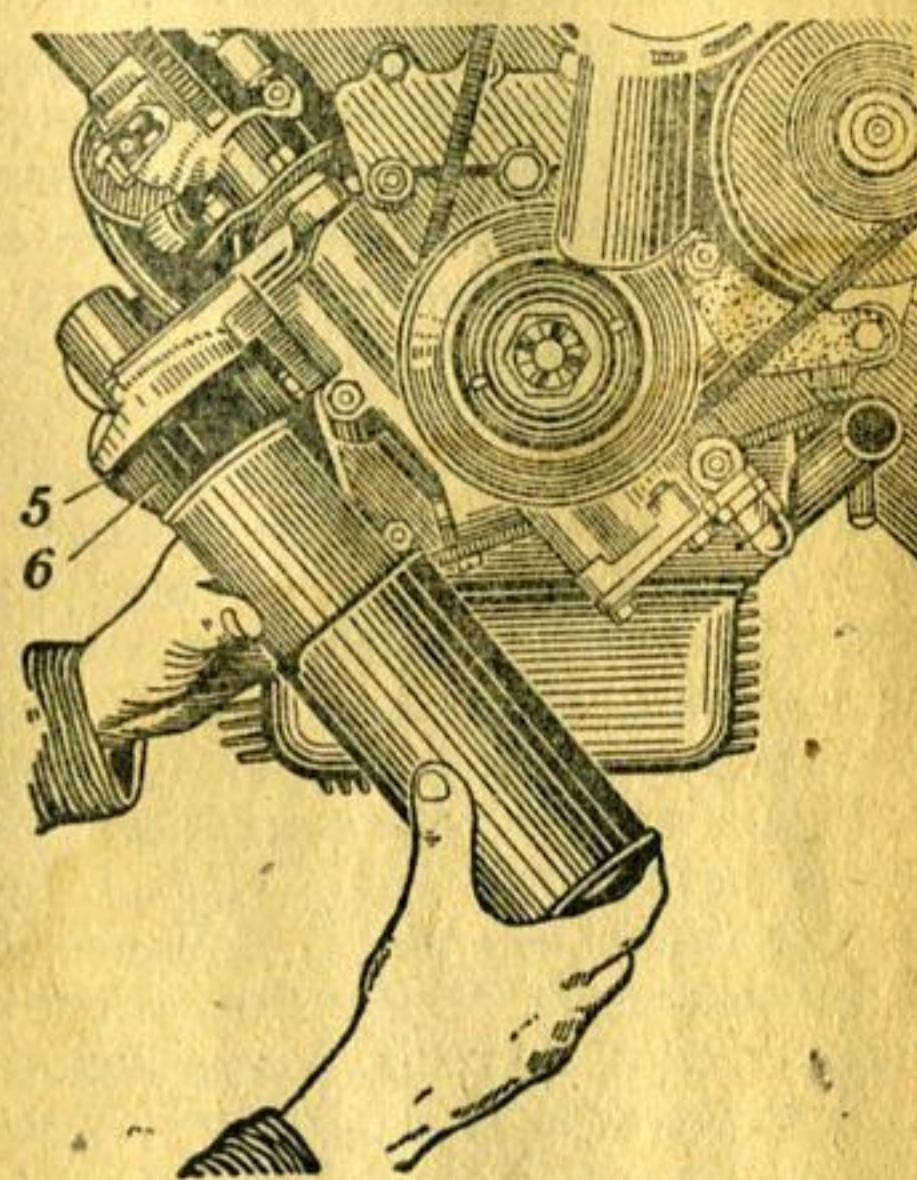

Рис. 20. Замена фильтрующего элемента полнопоточного фильтра очистки масла:
1. Вывернуть пробку 2 (рис. 20) из корпуса 3 фильтра и слить отстой.